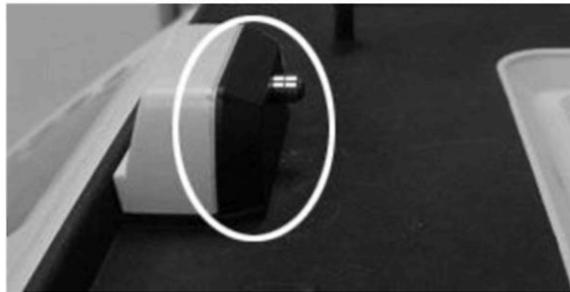

Рис. 109. Защелка оптического модуля
5. Произведите повторную сборку реакционного модуля с крышкой в открытом положении, установив на место замок и зафиксировав его большими винтами. На Рис. 109 продемонстрирована установленная защелка.